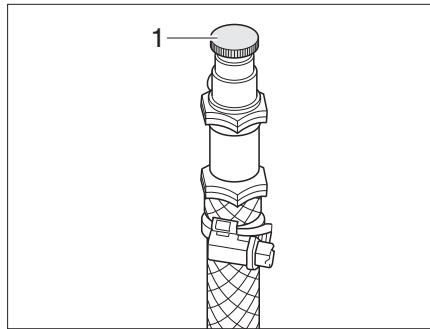

Bild 360 Avluftningsventil varmvatten-
- Öppna avluftningsventilen (Bild 360,1) och låt den vara öppen så länge det kommer ut luft.